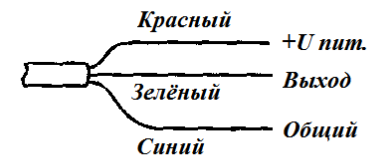

Рис. 3. Маркировка выводов и схема подключения датчика
5.2. Маркировка выводов и электрическая схема подключения датчика приведена на рис. 3.